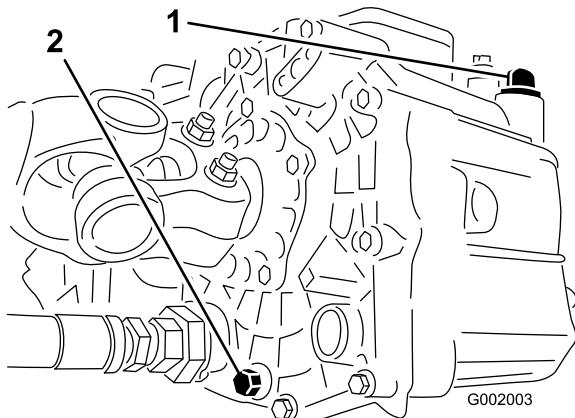

Figure 66
- Retirez le bouchon de vidange sur le côté du réservoir et laissez l'huile s'écouler dans le bac de vidange (Figure 66).